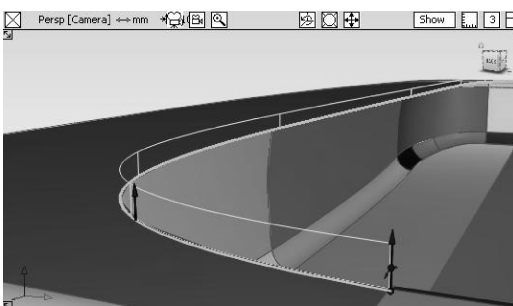

图 8-42 创建凸缘曲面
- 49 选择【Multi - surface draft】工具，设置参数，在剪切掉曲面的部分，为手机创建按钮，如图 8-42 所示。